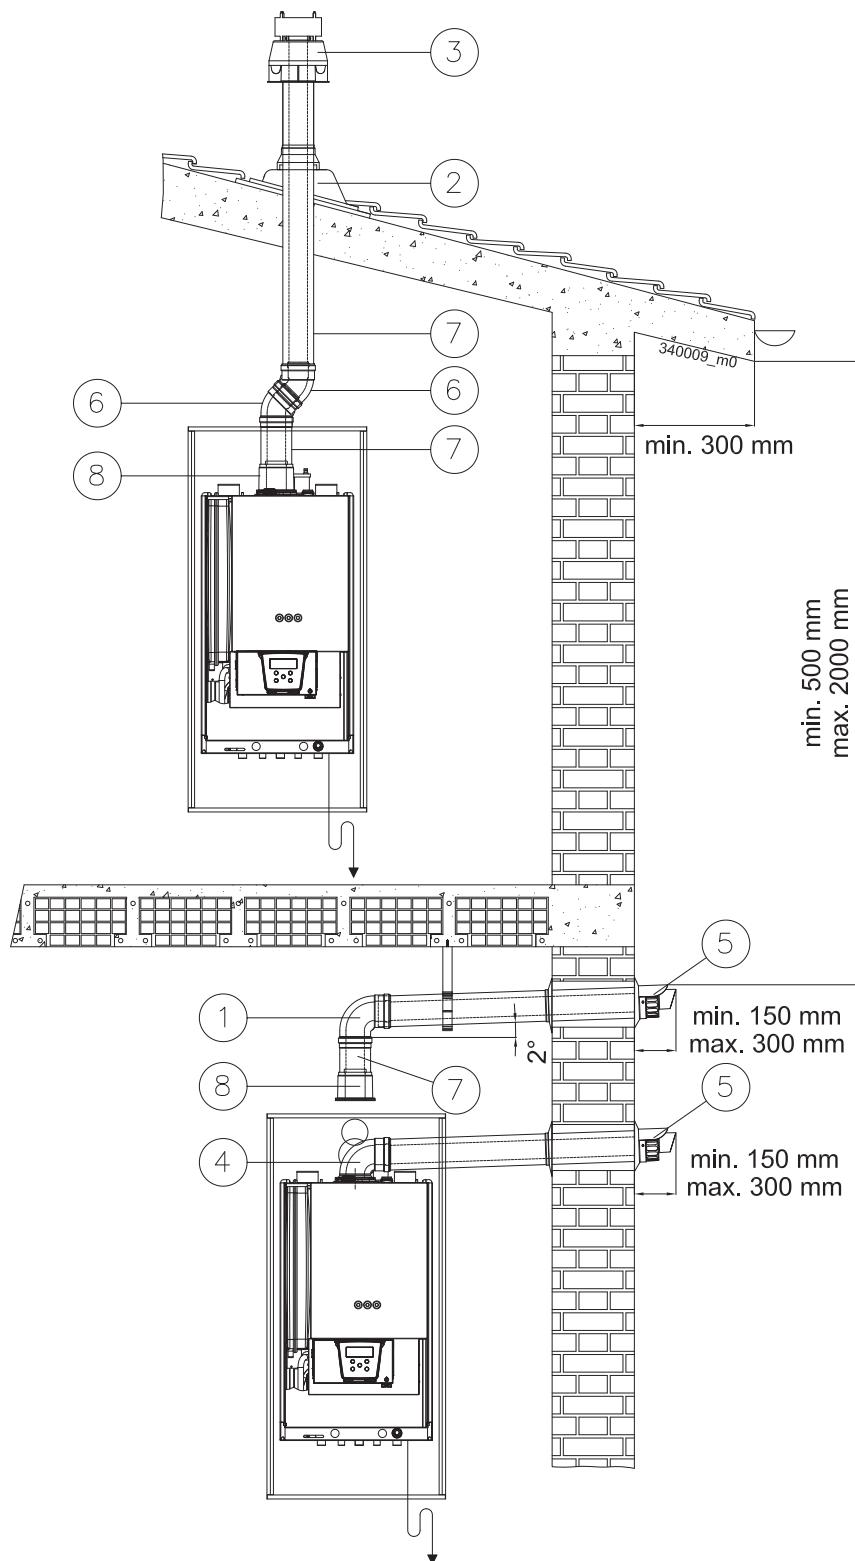

Figura 5-26 - Esempi di installazione condotto coassiale
**ATTENZIONE!!! Una volta eseguite queste operazioni verificare che il terminale di scarico/aspirazione sia esposto all'esterno con le tolleranze date in Figura 5-26.**
Quando si esegue uno scarico coassiale (Figura 5-26), sia verticale sia orizzontale, è indispensabile pendere il condotto di scarico verso l'alto in modo da fare defluire la condensa all'interno dell'apparecchio.